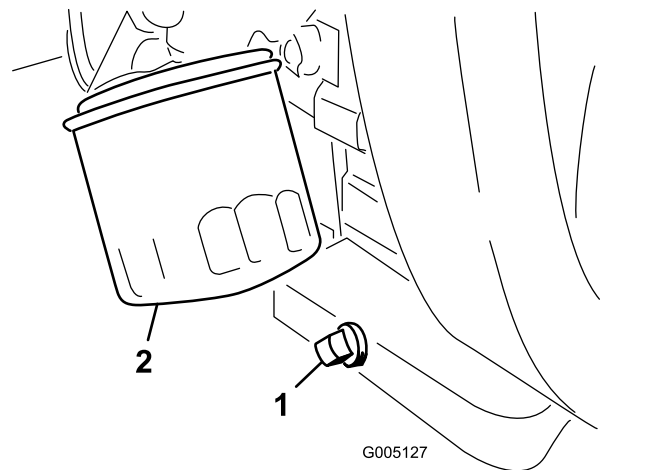

Bild 28
- Entfernen Sie die Ablassschraube (Bild 28) und lassen Sie das Öl in die Auffangwanne ab.
- Reinigen Sie das Gewinde der Ölabblassschraube, bringen Sie etwas PTFE-Dichtmittel auf und schrauben Sie die Ablassschraube wieder auf (Bild 28).
- Entfernen Sie den Ölfiter (Bild 28).